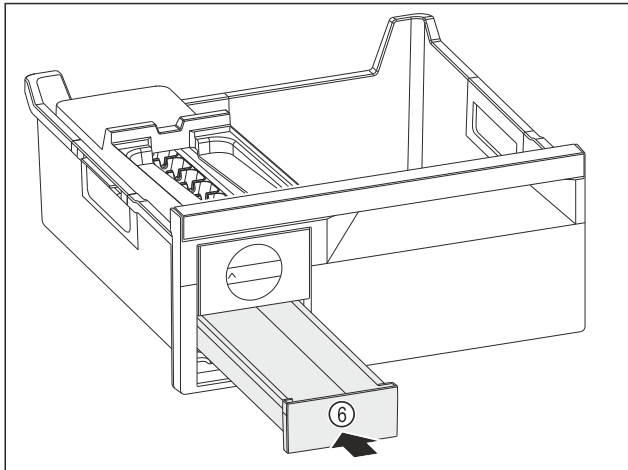

Fig. 47
- ▶ Eiswürfelschubfach Fig. 47 (6) einschieben.